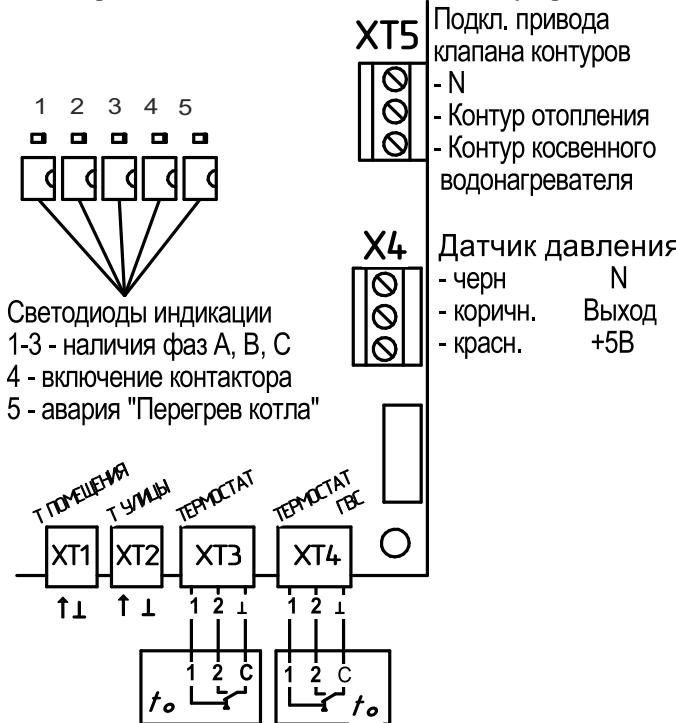

Рисунок 5. Подключение к разъёмам на плате.
Расположение разъёмов для подключения внешних устройств показано на рис. 5.
5.10.3 **разъём XT3** предназначен для подключения внешнего термостата, ведущего котла или управляющих контактов системы поддержания температуры помещения (GSM, Wi-Fi, LAN или аналогичной). Для включения нагрева крайние контакты разъёма (1 и ⊥) должны замкнуться, для отключения – разомкнуться. Трёхпроводной термостат следует подключить в соответствии с рис. 5. В случае применения нормально замкнутого (нагрев до размыкания) двухпроводного внешнего термостата (или ведущего котла), подключаемого к контактам 1 и 2, контакты 2 и ⊥ должны быть соединены перемычкой. Срабатывание термостата вызовет отключение нагрева. При обратном срабатывании нагрев возобновится с параметрами, сохраненными при отключении.
5.10.4 **разъём XT4** предназначен для подключения устройства контроля температуры косвенного водонагревателя, например модуля управления ГВС EVAN AQUA. В качестве устройства может выступать трёхконтактный термостат (подключаемый в соответствии с рис. 5), нормально замкнутый (нагрев до размыкания) двухконтактный термостат (подключаемый к контактам 1 и ⊥) или NTC-датчик 10 кОм (подключаемый к контактам 2 и ⊥).